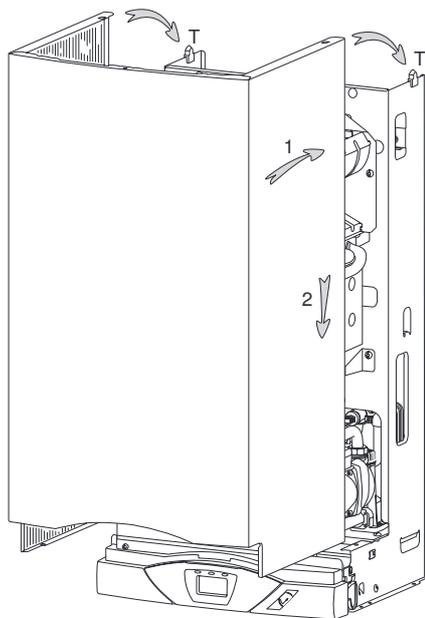

Fig. 17
- présenter l'habillage (fig. 17)
- engager les 2 encoches de côté sur les tenons **T** du châssis, et placer l'habillage suivant **1** et **2** (fig. 17)